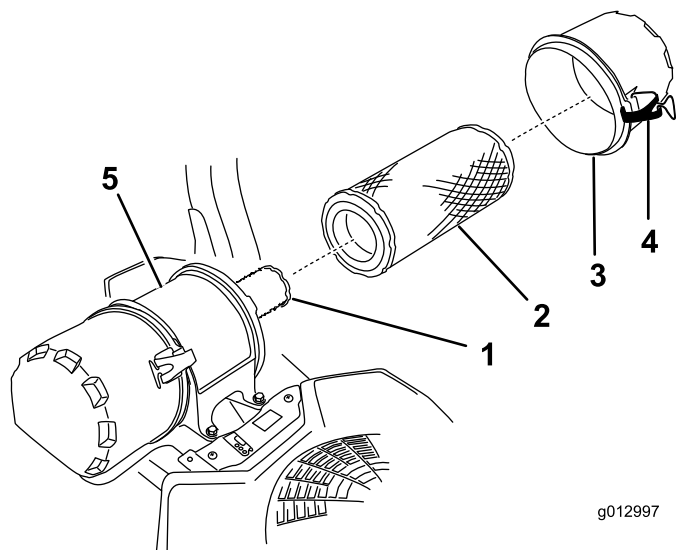

Figure 64
6. Ouvrez les dispositifs de verrouillage du filtre à air et détachez le couvercle du boîtier du filtre (Figure 64).
8. Sortez le préfiltre du boîtier du filtre avec précaution (Figure 64).
2. Si vous remplacez l'élément intérieur, insérez-le avec précaution dans le boîtier du filtre (Figure 64).
3. Placez ensuite le préfiltre sur l'élément de sécurité avec le même soin (Figure 64).
4. Remettez en place et verrouillez le couvercle du filtre à air (Figure 64).